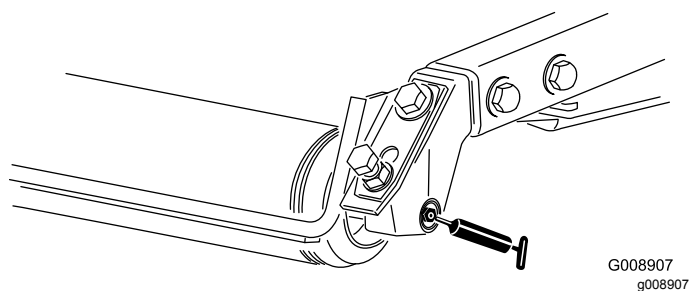

Figure 55
- Roulements de rouleau arrière (2 par plateau de coupe)—Figure 55